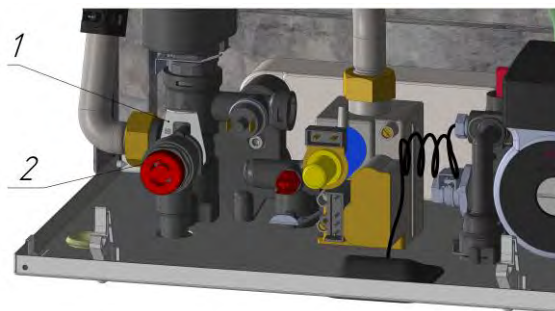

Рис. 20 Демонтаж предохранительного клапана
- извлечь фиксатор (1), см. рисунок 20, и вытащить на себя и вверх предохранительный клапан (2);